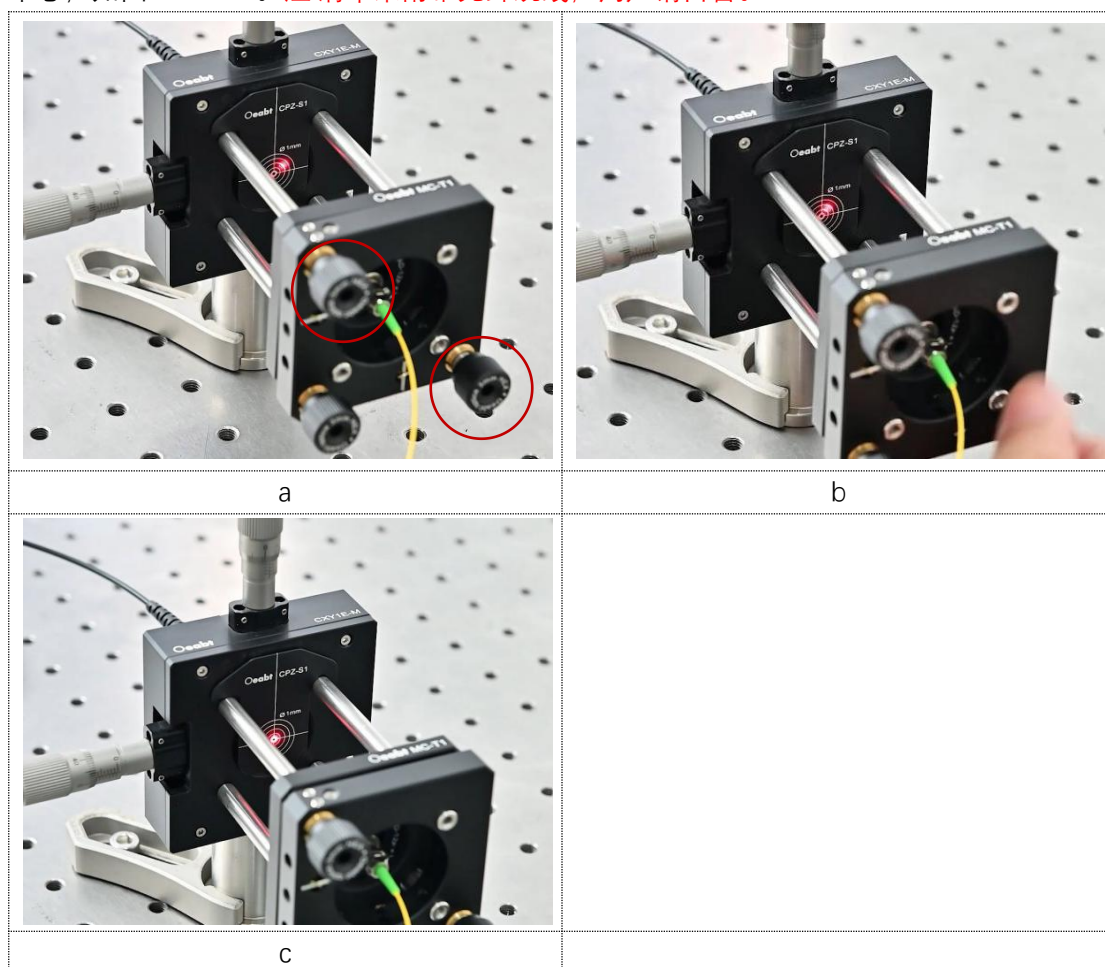

图 4-4
①、将激光器光纤连接至输入端的准直器上，打开激光器光源，把对准板插入放置到“XY 平移架”前，观察光斑位置，调整“笼式镜架”的调节旋钮（图 4-4-a），将光斑调整至对准板中心，如图 4-4-b-c。**注：清单未附带光纤跳线，用户请自备。**